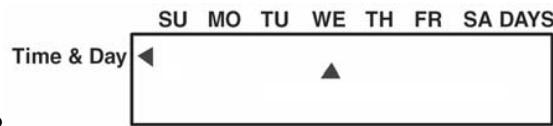

fig. 12
2) Déplacez-le en vous aidant des touches  $\downarrow\uparrow$  jusqu'à la date qui vous convient (fig. 12)